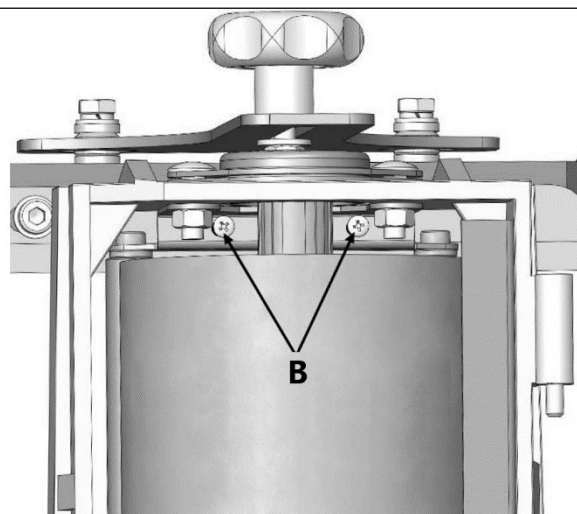

Рисунок 20.
- Открутите винт крепления кожуха шлифовального блока и откройте ее для доступа к регулировочным винтам В прижимных роликов (рис. 20).